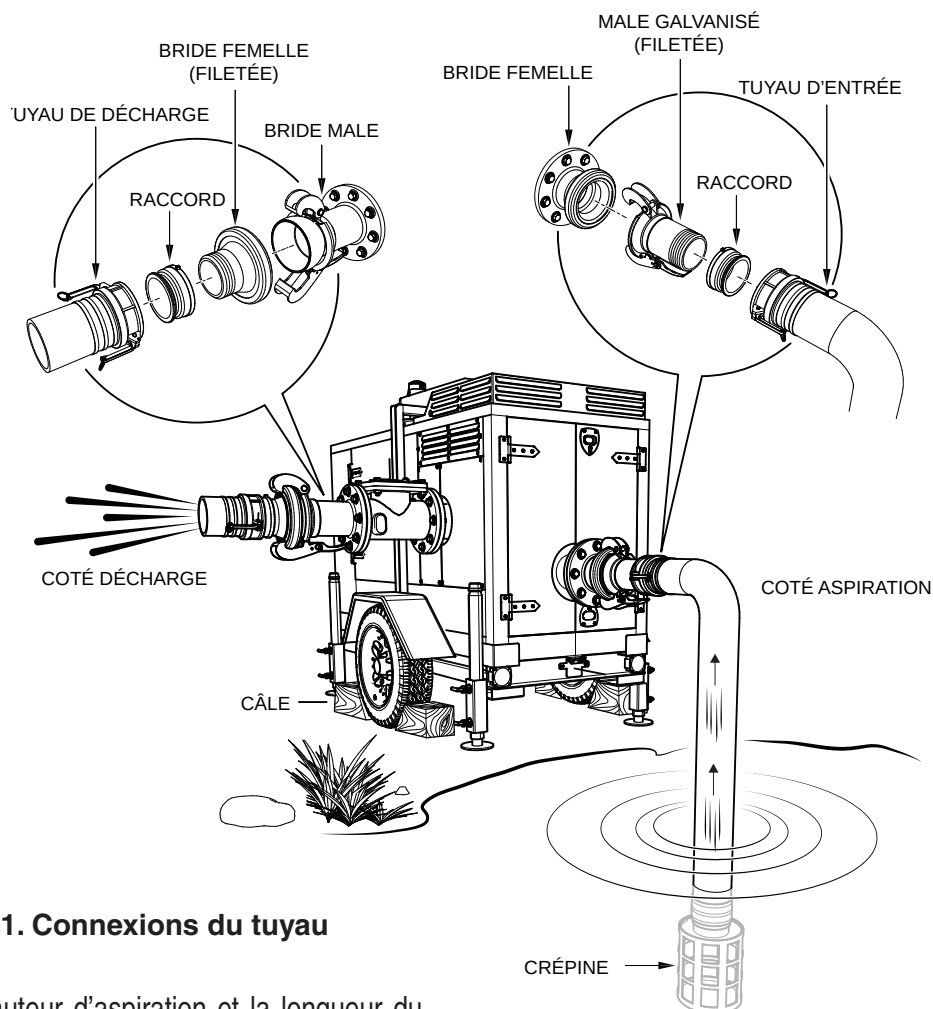

Figure 21. Connexions du tuyau
1. Vérifiez que les tuyaux d'aspiration et de refoulement (figure 21) sont solidement fixés à la pompe via les attachements Bauer™ et ne sont pas limités.